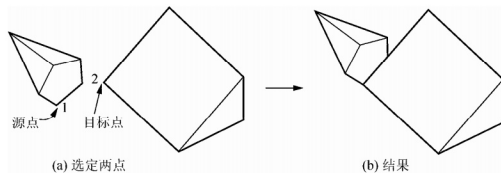

图 12-5 指定一对点对齐立体过程
(1) 指定使用一对点：其功能相当于移动对齐，即选定对象将在二维或三维空间从源点移动到目标点，如图 12-5 所示。
指定第一个源点：指定点 1 (如图 12-5(a))
指定第一个目标点：指定点 2 (如图 12-5(a))
指定第二个源点：☐ (回车，结束命令，结果如图 12-5(b)所示)